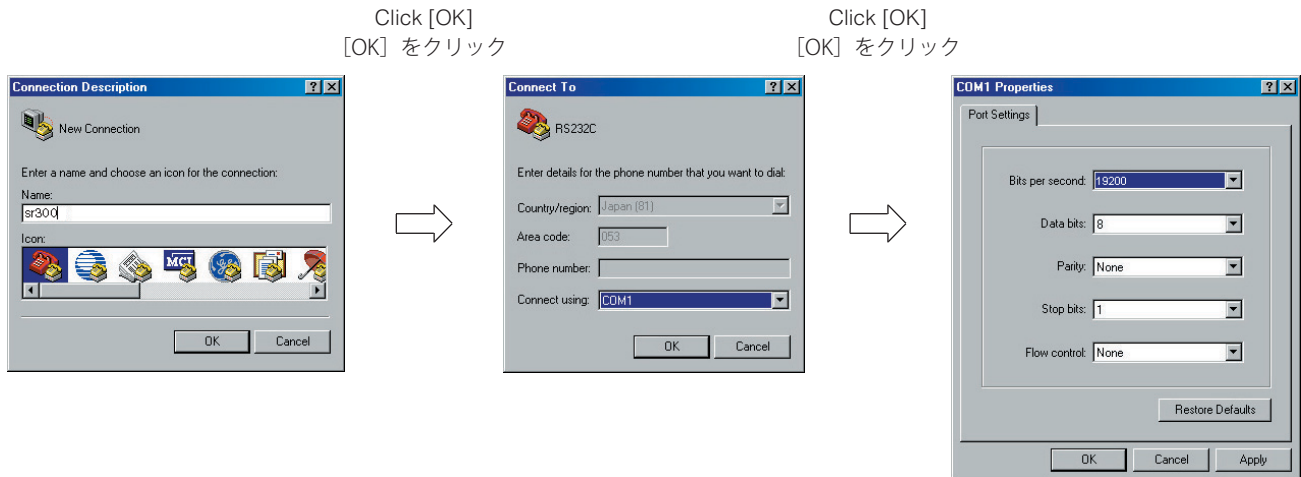

Fig. 3
(Fig. 3)
“接続の設定” 画面が表示されます。(Fig. 3)
The "Connect To" screen appears. (Fig. 3)
5. Select "Connect using". (Fig. 3)
The "Port Settings" screen appears. (Fig. 3)
"接続の設定" が表示されます。(Fig. 3)
5. "接続方法" を選択します。(Fig. 3)
"ポートの設定" が表示されます。(Fig. 3)